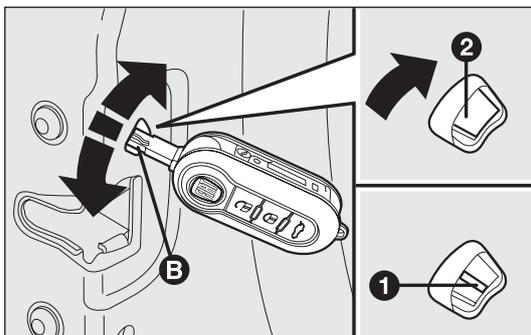

fig. 82
**DISPOSITIVO DI EMERGENZA BLOCCO PORTE POSTERIORI (versioni a 5 porte) fig. 82**